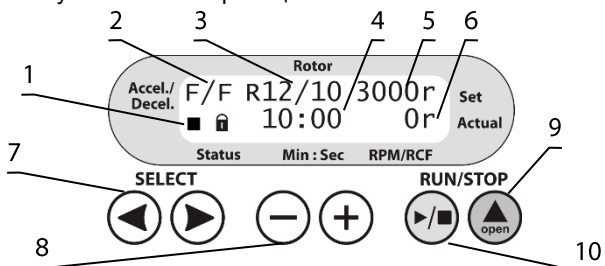

Рисунок 4. Панель управления LMC-3000
- Проверьте сетевой кабель на повреждения и подключите его к сетевой розетке с заземлением. Переведите сетевой выключатель на приборе в положение **I** (включено). Нажмите кнопку **▲ Open** (рис. 4/9 или 5/11) и откройте крышку рукой.
- Режимы ускорения и торможения (рис. 4/2 или 5/2);
- Установленный ротор (рис. 4/3 или 5/3);
- Установленная скорость ротора в RPM или RCF1 (рис. 4/5 или 5/5);
- Индикация ротора, ■ остановлен или ► запущен (рис. 4/1 или 5/1, первый символ);
- Индикация крышки, ■ закрыта или ◀ открыта (рис. 4/1 или 5/1, второй символ);
- Установленное время работы в минутах и секундах (рис. 4/4 или 5/4);
- Текущая скорость ротора в RPM или RCF1 (рис. 4/6 или 5/6);
- 5.4. Нажмите кнопку **▲ Open** (рис. 4/9 или 5/11) и откройте крышку рукой. Осмотрите ротор и стаканы на предмет износа или коррозии, и замените при необходимости. Расположите ЧЁТНОЕ число пробирок / планшетов в гнезда ротора друг напротив друга. Уровень жидкости в противоположных пробирках должен быть одинаковым.
- 5.5. **Установка параметров.** Используйте кнопки **SELECT ◀ | ▶** (рис. 4/7 или 5/10), чтобы выбрать параметр, и кнопки **- | +** (рис. 4/8 или 5/9), чтобы его изменить. Выбранный параметр мигает. Если кнопку нажать и удерживать дольше 2 секунд, значения меняются быстрее. Программа автоматически сохраняет все изменения, если в течении 2 секунд не нажимается ни одна кнопка.
5.5.1. Режимы ускорения (рис. 4/2 или 5/2, первая буква). Доступны три режима ускорения, медленный (**S**, от slow), нормальный (**N** от normal) и быстрый (**F** от fast).
5.5.2. Режимы торможения (рис. 4/2 или 5/2, вторая буква). Доступны четыре режима торможения, свободное торможение (**0**), медленный режим (**S**), нормальный (**N**) и быстрый (**F**).
- 5.5.3. Установленный ротор (рис. 4/3 или 5/3). Комбинации роторов, адаптеров и их максимально допустимых скоростей приведены в Таблице 1.
- 5.5.4. Выбор параметров вращения (рис. 4/5 или 5/5). Скорость ротора задаётся в оборотах в минуту (RPM) или через относительную центробежную силу (RCF) и обозначается на дисплее после численного значения как **r** и **g**, соответственно. Значения пересчитываются при выборе единиц измерения. Скорость в RCF зависит от диаметра выбранного ротора или адаптеров, как показано в Таблице 1.
5.5.6. Установка времени (рис. 4/4 или 5/4). Выставьте продолжительность центрифугирования, шаг установки 1 минута.
5.6. Аккуратно и плавно закройте крышку до щелчка. На дисплее отобразится символ  (рис. 4/1 или 5/1, второй).
5.7. Нажмите кнопку **RUN/STOP** / (рис. 4/10 или 5/12) для начала центрифугирования. На дисплее отобразится символ  (рис. 4/1 или 5/1) и текущая скорость (рис. 4/6 или 5/6) на нижнем ряду дисплея. Таймер (рис. 4/4 или 5/4) начнёт отсчёт после достижения установленной скорости.